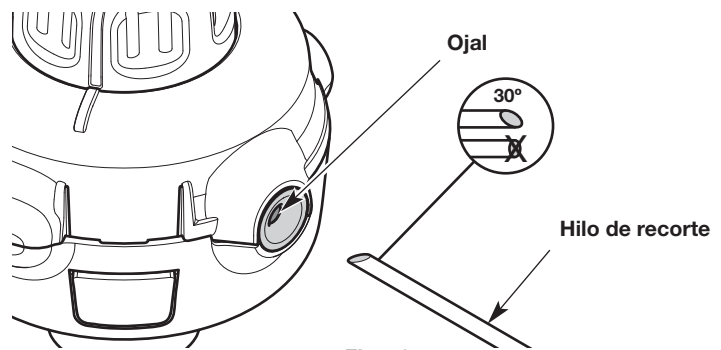

Fig. 19
- Corte dos largos de 7 pies (2.1 m) de hilo de recorte nuevo. Corte un extremo de cada hilo en un ángulo de 30° (Fig. 19).
- Inserte una de las líneas dentro del orificio (Fig. 19).
- Inserte el extremo que se cortó en un ángulo de 30 grados (Fig. 19).